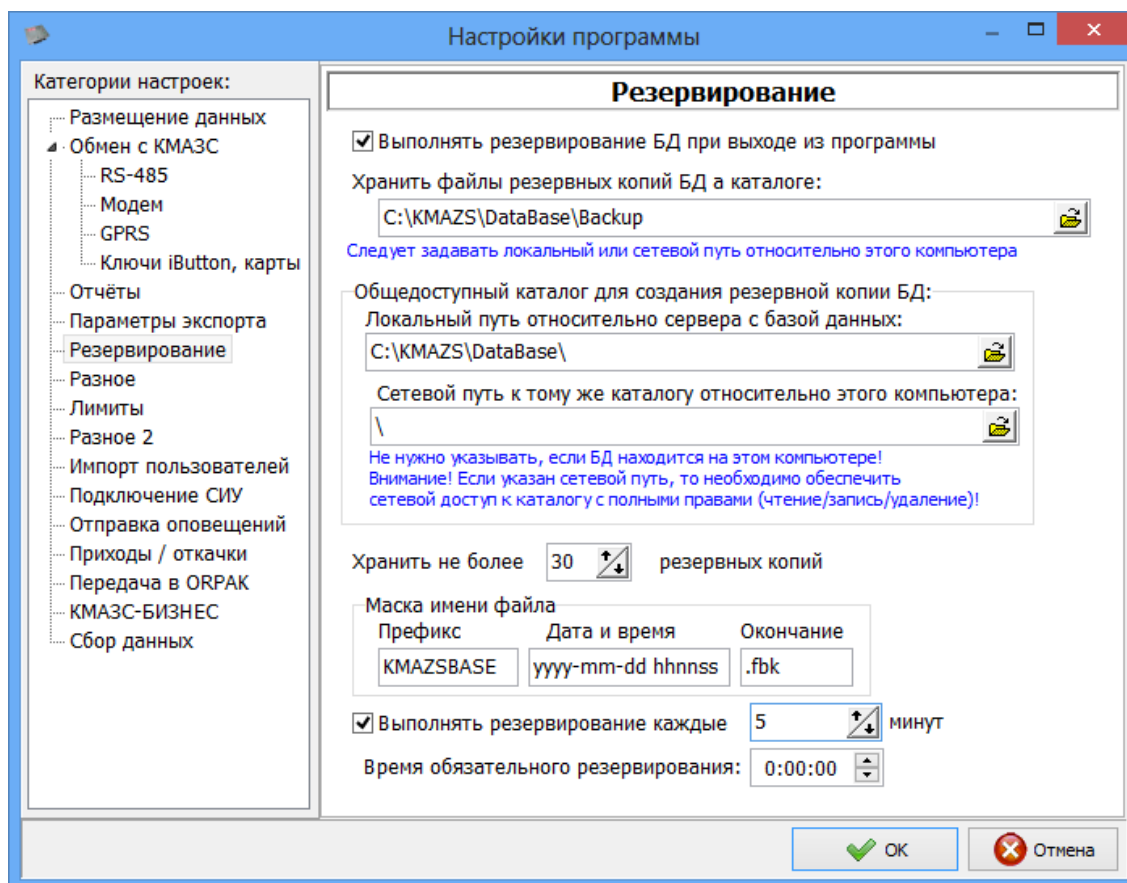

Рис. 28
В меню Настройки\Настройки программы\Резервирование задаются настройки резервирования данных КМАЗС(рис.28):
В меню Настройки\Настройки программы\Разное (рис.28а) для защиты от случайного выхода из ПО КМАЗС-Офис задайте настройку «Запрашивать подтверждения выхода из программы».
Для оформления прихода через ТРК задайте настройку «Разрешить настройку слива в резервуар через ТРК» (рис.28а) и аналогичную настройку для пользователя, которому разрешено оформлять приход топлива через ТРК «Выполняет слив в резервуар через ТРК» (меню «Справочники\Учетные записи\Пользователи(водители) в окне «Редактирование записей пользователя» на закладке «Дополнительно»). Эта настройка используется, когда одна ТРК используется и для выдачи и для слива топлива.
Контроль ввода гос. номера транспортных средств — настройки позволяют контролировать правильность ввода гос. номера транспортных средств и выводить сообщение о ошибках ввода (рис..28б).
Рис.28а
Рис.28б
Рис.28в
2. Для включения «Механизма повторного использования личных номеров клиентов» (меню Настройки\Настройки программы\Разное (рис.28а)) нажмите на «Настройка...», далее включите «Разрешить повторное использование личных номеров». В открывшемся окне (рис.28б) задайте параметры и нажмите кнопку «Запустить обработку».
3. Если с момента удаления учётной записи прошло больше заданного числа суток (рис.28б), личный номер водителя освобождается. Программа сохранит его в таблице свободных личных номеров. Будут сгенерированы новые личные номера из диапазона выше значения 100000, и присвоены новые значения личных номеров всем записям в таблицах базы данных, где использовались старые личные номера.
Для оповещения о необходимости смены резервуара для ТРК включите настройку «Механизм оповещения о необходимости смены резервуара для ТРК» (меню Настройки\Настройки программы\Разное (рис.28а)). Нажмите на «Настройка» для прочтения информации о том, как работает данный механизм оповещения и изменения величины «К», если это необходимо.
При наличии данной настройки отчеты по приходам оформляются автоматически. Механизм автоопределения прихода и откачки описан в окне «Внимание» (нажмите «?» (рис.28г)).
Рис.28г